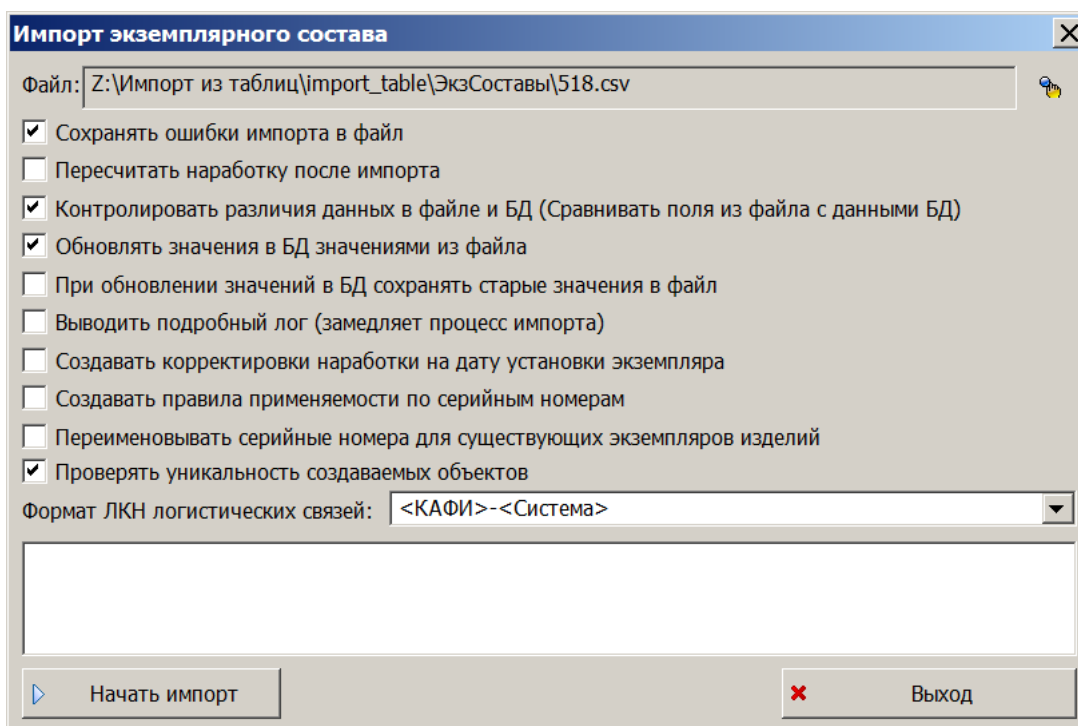

Рис. 14-32 – Диалоговое окно для импорта экземплярного состава ВС
4) В диалоговом окне «Импорт экземплярного состава» выбрать файл для импорта, нажав кнопку справа от поля «Файл» (рис. 14-32).
Закреть окно импорта (рис. 14-32, стр. 1416), нажав в нем кнопку «Выход».